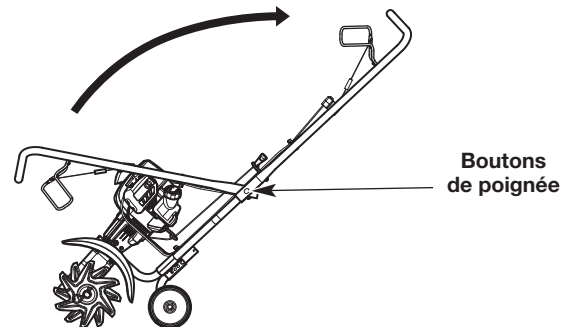

Fig. 2
2. Tenez l'appareil droit et placez les poignées en position de fonctionnement (Fig. 2).